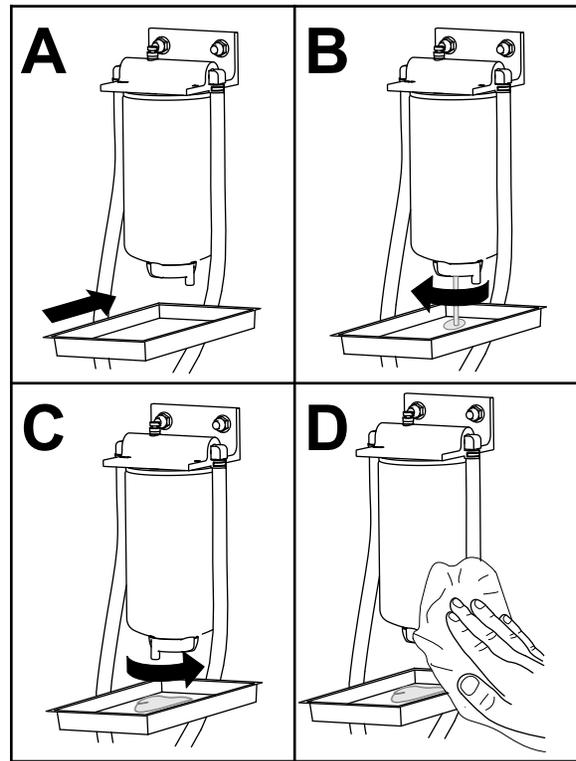

Figura 119
1. Spurgate l'acqua dal separatore carburante/acqua come illustrato nella Figura 119.